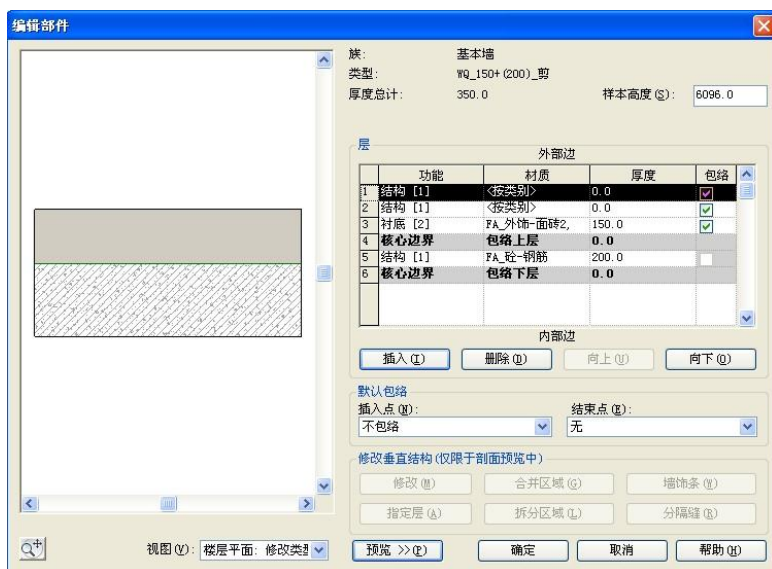

图 6-3
选择墙命令, 选择“WQ\_150+ (200)\_剪”设置其结构, 单击“放置墙”选项卡>“属性”打开“属性”对话框, 设置其“限制条件”顶部偏移“-600”, 单击“编辑类型”打开“类型属性”对话框中单击“结构”后的“编辑”按钮, 在“编辑部件”对话框中点击“插入”, 插入三个新层, 通过“向上”、“向下”命令调整层的顺序 (如图 6-3 所示)。